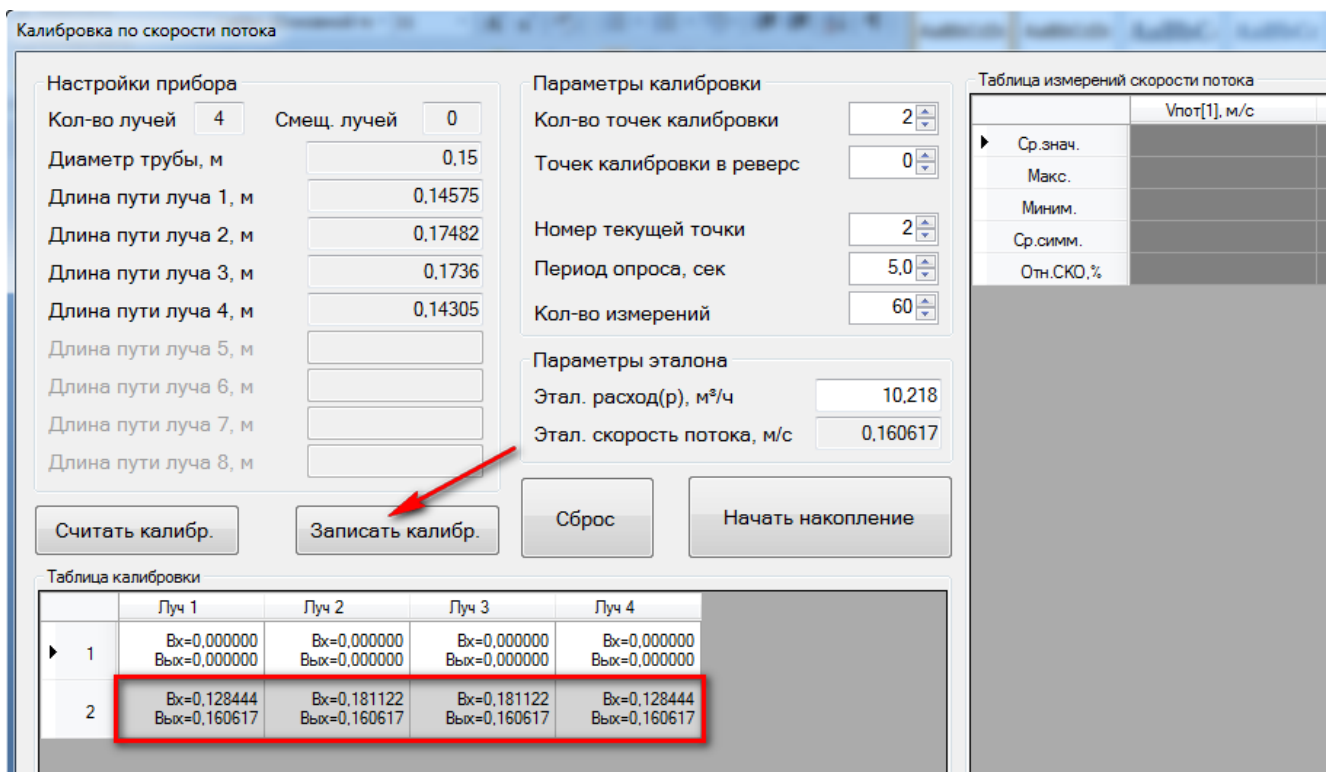

Рисунок 3.4 – Таблица калибровки
5. После окончания измерений программа автоматически выполнит усреднение результатов с занесением в Таблицу калибровки. Для применения результатов калибровки нажать кнопку "Записать таблицу калибровки" (Рисунок 3.4).